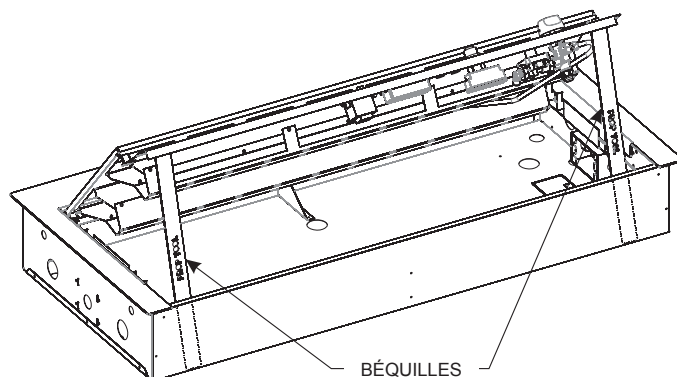

Figure 26
- f. Soulever le devant de l'ensemble du brûleur et le basculer vers le haut et l'arrière du foyer. Récupérer les deux béquilles et les placer de chaque côté dans les coins avant du fond du boîtier et sous les coins avant du panneau de commande. **Voir Figure 26.**